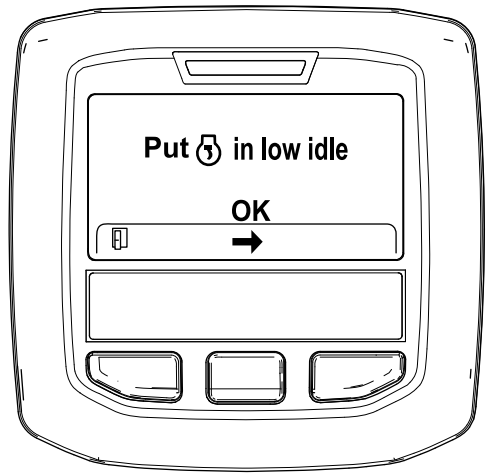

図 47
6. スロットルコントロールを低速アイドル位置にセットして、中央ボタンを押す 図 47。